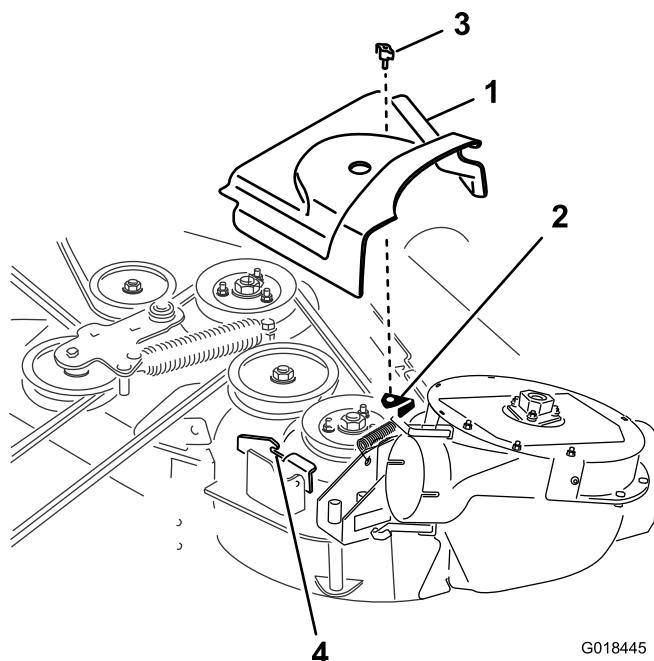

Figure 26
3. Posez le couvercle de la nouvelle courroie de sorte que les crans situés de chaque côté passent sur les supports du couvercle, et fixez avec le verrou (Figure 26).
4. Fixez le couvercle de la nouvelle courroie sur le plateau en vissant le bouton provenant du kit ventilateur et entraînement à travers le couvercle et dans le support (Figure 26).